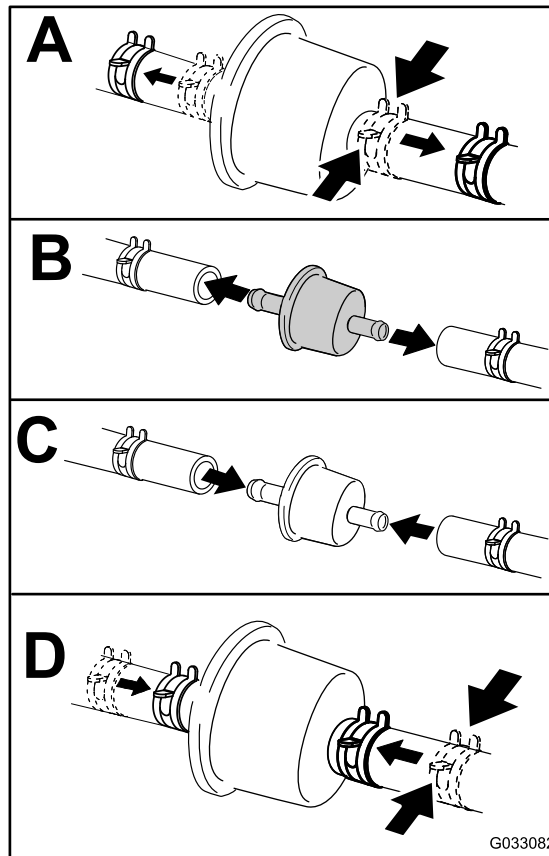

Рисунок 47
3. Замените фильтр (Рисунок 47).